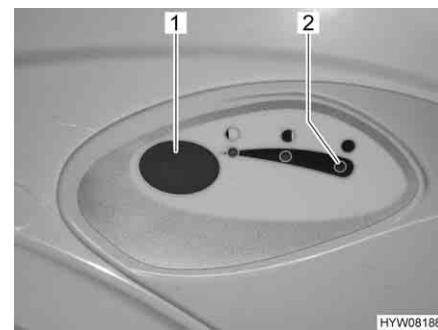

Fig. 184 Pulsante dello sciacquone/spia di controllo toilette Thetford
- Per sciacquare premere il pulsante blu (Fig. 184,1).
La spia di controllo (Fig. 184,2) si accende quando il serbatoio fiscale deve essere svuotato.